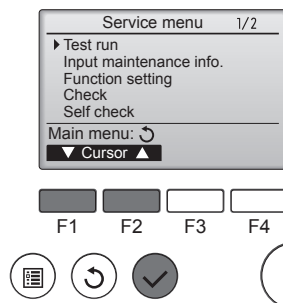

Fig. 7-1
- 1 Velg "Test run" (Testkjøring) fra Service-menyen, og trykk på [VELG]-knappen. (Fig. 7-1)